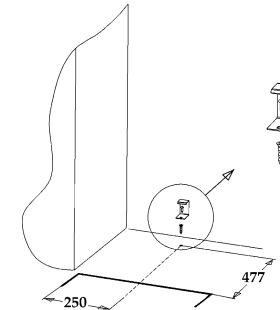

Рис.2 Розметка поль для установки предохранительного кронштейна
- установить плиту на рабочее место, отметить на полу линию передней стенки и габариты по ширине, как показано на рис. 2;